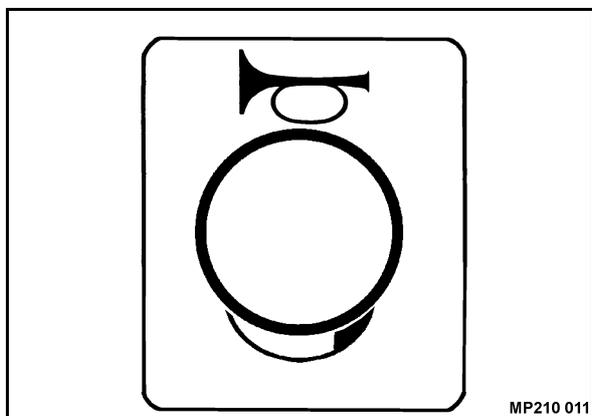

Fig. 56
- Azionare brevemente l'avvisatore acustico (Fig. 56).